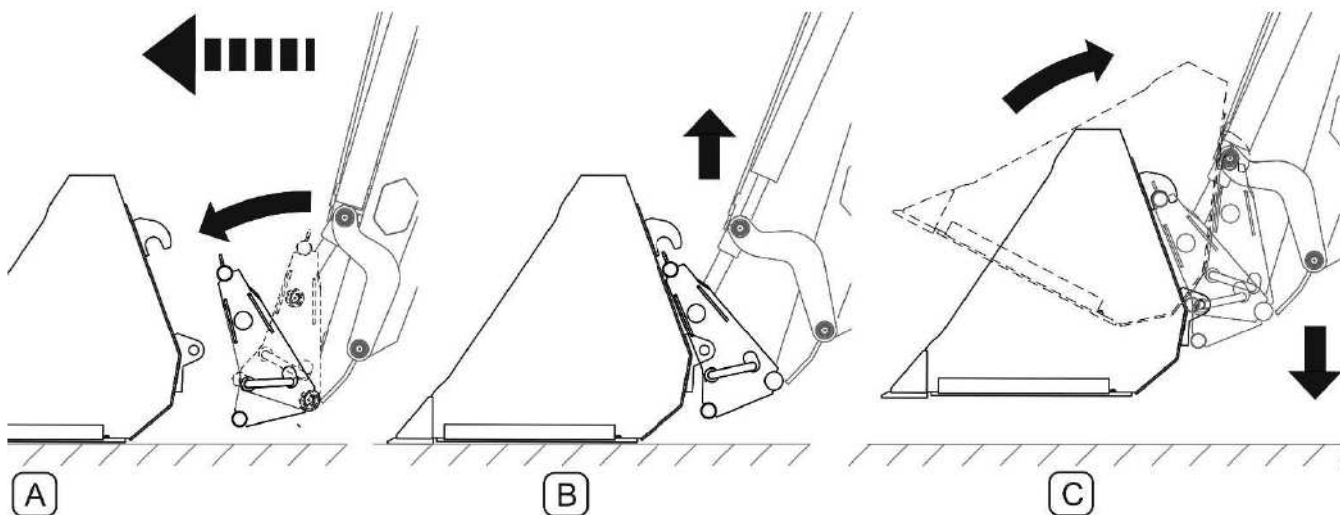

РИСУНОК 4.23 Монтаж рабочего органа
- опустить стрелу и повернуть рамку быстрого крепежа вперед таким образом, чтобы места крепления на рамке быстрого крепежа оказались ниже мест крепления в рабочем органе; (А, РИСУНОК 4.23)
- поднять стрелу, зацепляя места крепления в рамке стрелы за крюки оборудования; (В, РИСУНОК 4.23)
- управляя рычагом в кабине, опустить стрелу и отклонить рамку назад, вызывая тем самым блокировку быстроразъемного соединения; (С, РИСУНОК 4.23)